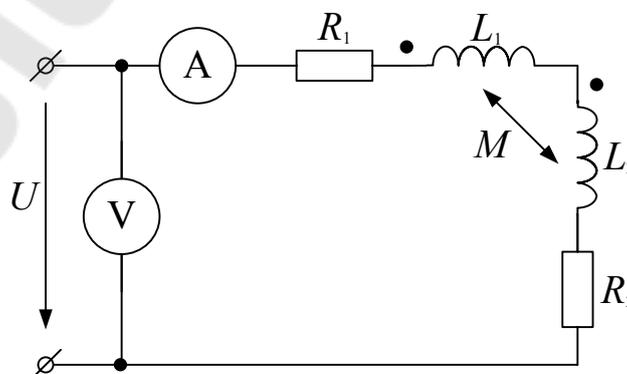

Рис. 6.1
2. Собрать цепь по схеме рис. 6.1.